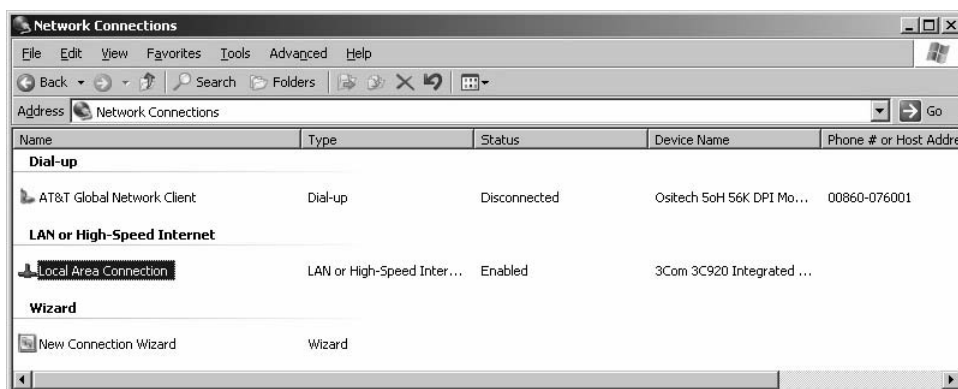

Figure 11 : My Network Places (*Favoris réseau*)
1. Cliquer avec le bouton droit sur l'icône **My Network Places** (*Favoris réseau*) et sélectionner **Properties** (*Propriétés*). Ou, à partir du menu **Start** (*Démarrer*) de l'ordinateur, ouvrir le **Control Panel** (*Panneau de configuration*) et sélectionner **Network Connections** (*Connexions réseau*) pour ouvrir la fenêtre des connexions réseau (Figure 11).